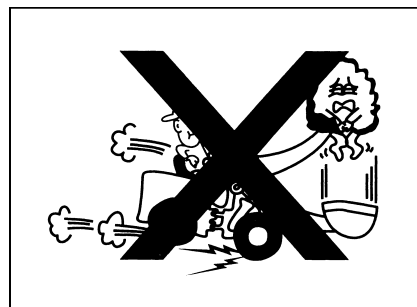

Рис.1-69
- Резкий останов и резкий опускание рабочих устройств очень опасны. В таком случае погруженное вещество, возможно, выбрасывается, или возникает опрокидывание погрузчика, следует избавиться от данной опасности (рис. 1-69).